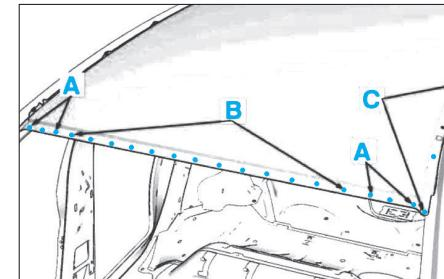
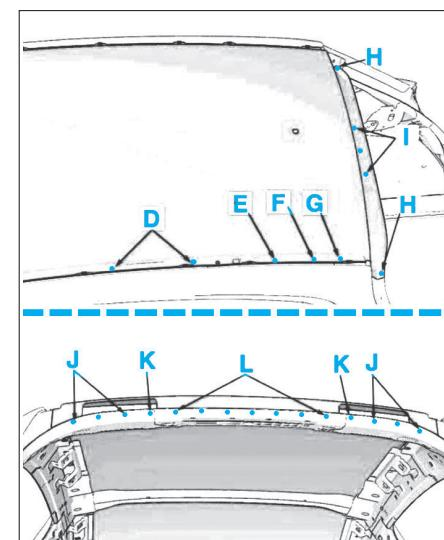

FIG. 95
FIG. 96
- Dépointer et décoller des traverses, le pavillon aux endroits indiqués de A à L (Fig.95) et (Fig.96).